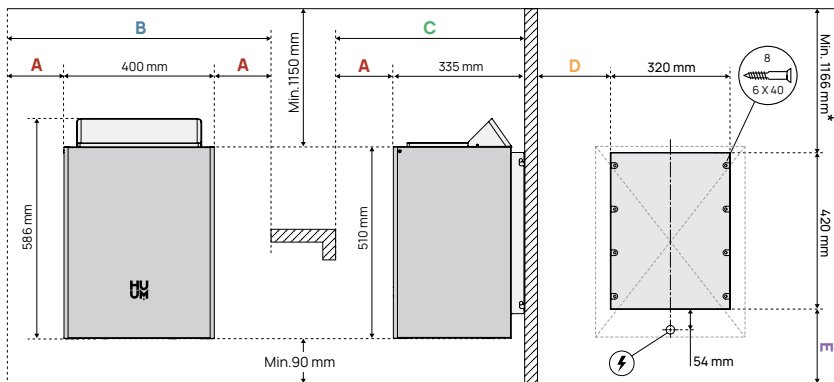

Figure 2. Positionnement du HUUM CORE Wall.
- L'ouverture pour le câble d'alimentation est située à l'arrière du chauffage. La position exacte du câble sur le mur est mesurée par rapport à la plaque de montage du chauffage et a été indiquée à la **Figure 2 – 5**.